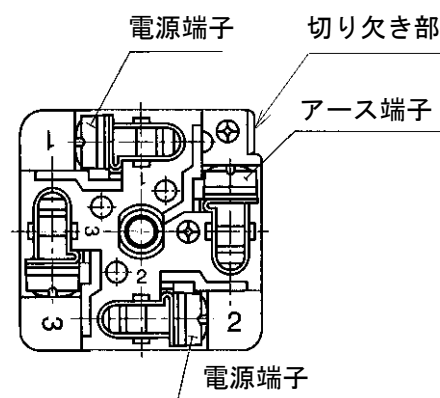

図 9 端子の位置と名称 (端子台③)
- (c) 端子台③よりワッシャー付ねじ⑨を外し、P16 図 9 のように配線した後、再びねじ⑨を締め込みます。